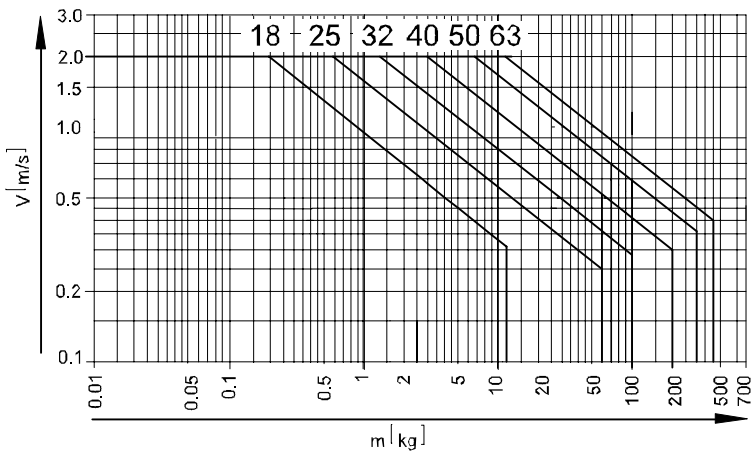

Fig. 22
Las curvas características de la Fig. 22 se aplican a:
Sin dispositivos externos de amortiguación, el DGPI(L)-... puede dañarse si se sobrepasan los valores y velocidades máximas especificadas en la Fig. 22.
- Asegúrese de que las cargas del DGPI(L)-... aún siguen dentro del margen permisible: véase el capítulo “Puesta a punto”, Fig. 22.